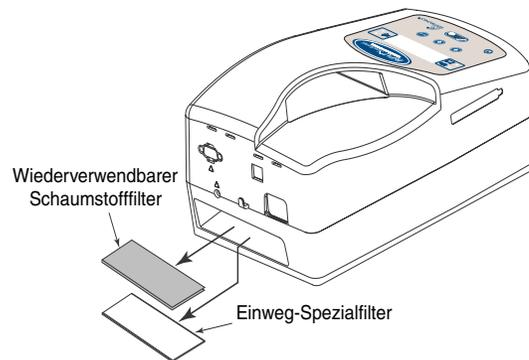

Abb. 7-2 Entfernen der Luftfilter
- Schritt 3** Die Filter wie in Abbildung 7-2 gezeigt aus dem Gehäuse entfernen. Der obere Filter ist der wiederverwendbare graue Schaumstofffilter. Der untere Filter ist der optionale weiße Einweg-Spezialfilter.